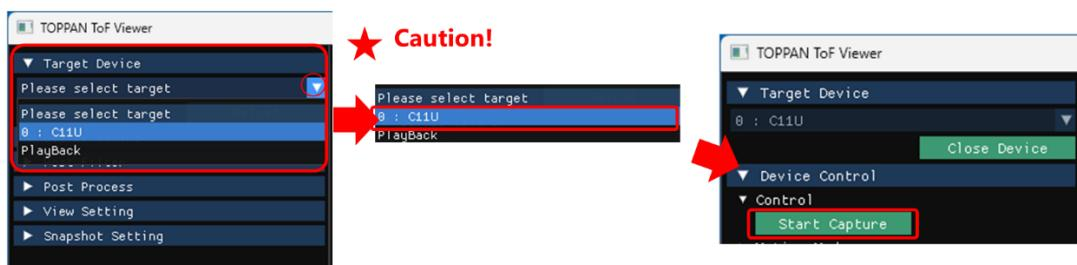

Figure 13. デバイスの選択から"Start Capture"まで
Figure 13 を参考に、TOPPAN ToF Viewer を起動して、左メニューにある“Target Device”内のデバイスリストの中から“C11U”を選択してください。デバイスリストに表示されていない場合は、“Reload”ボタンを押すと再度カメラデバイス接続を確認します。デバイス(カメラ名)選択後、少しの読み込み時間があります。その後、“Start Capture”を押してください。
- 本アプリケーション起動後初回のカメラデバイス選択時★ (Figure 13)に、カメラ内部キャリブレーションのため、VCSEL が約 3 秒間発光します。カメラ内部キャリブレーション期間中に接続した ToF カメラを覗き込まないでください。